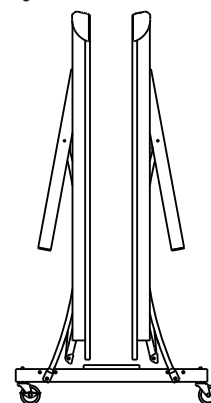

Figura 17
4. Levante la otra mitad del tablero de la misma manera. Ver Figura 17.